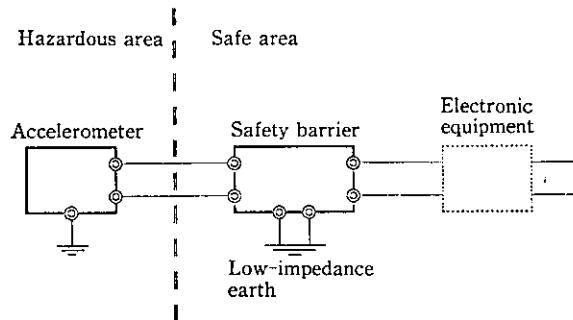

Fig. 2 Construction of intrinsic safety accelerometer
- (1) 振動センサと事故時に電流および電圧を制限する安全保持器を接続して使用することが前提となる。そして、この安全保持器は爆発性ガスのない場所（非危険場所）に設置されなければならない (Fig. 2)。
- (2) 振動センサのケースは十分な気密性を持ち、爆発性ガスが容易にケース内に侵入しない構造になっている。
- (3) 振動センサ内の主要な電気回路は絶縁性の高い合成樹脂でもルーディングされている。
- (4) 電気回路の配線間隔、プリント基板上のパターン間隔および電気部品相互の距離は、回路電圧によって定められた一定の距離を保つように設計され、容易に短絡事故を起こさない構造になっている。
- (5) 振動センサに使用している圧電素子が、衝撃により高電圧を発生し、電気火花によりガス爆発を起こさないように、発生電圧を抑制する回路構成になっている。
- (6) 電気回路に短絡、断線が生じた場合でも、電気火花によりガス爆発が生じないように、電圧および電流を抑制する回路になっている。